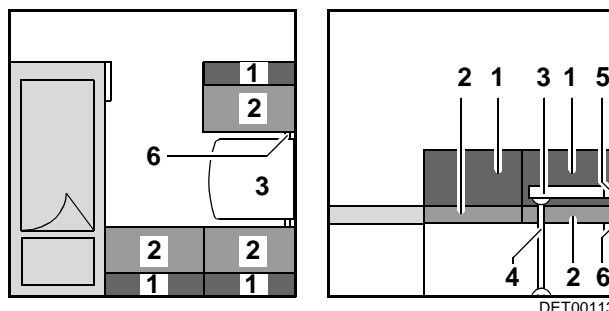

Fig. 69 Avant la transformation
- Faire pivoter la table (Fig. 69,3) de 45° vers le haut et prendre la baguette supérieure de maintien de la table (Fig. 69,5).
- Retirer le pied de table (Fig. 69,4).
- Insérer la baguette (Fig. 69,6) ou tirer vers le centre. La baguette est positionnée correctement si elle maintient le plateau de table directement derrière le logement pour le pied de table.